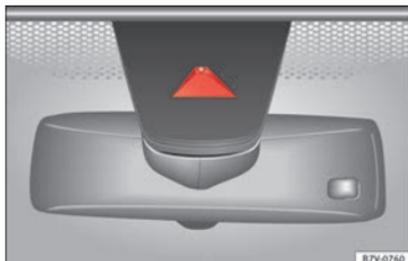

Fig. 219 No para-brisas: janela da câmara do sistema de aviso de saída da via de circulação.
- Antes de iniciar o andamento, verifique se a janela da câmara não está tapada » Fig. 219.